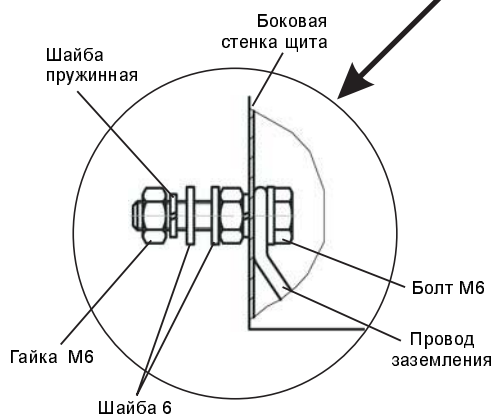

Рисунок 2
8. Присоединить провод заземления (желто-зеленого цвета) к левой боковой стенке корпуса щита при помощи болта заземления М6 (см. Рисунок 2) и заземлить станцию.